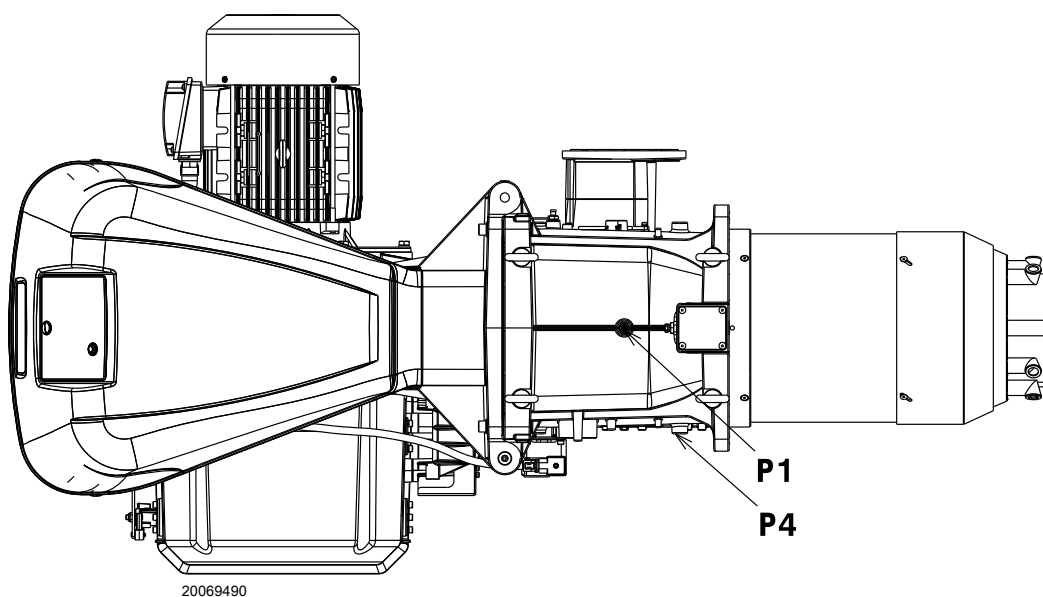

图 27
测试点 P1)(图 27) 处测得的燃气压力，此时：
- 用测试点 P1)(图 27) 测得的燃气压力减去炉膛压力。
测试点 P1)(图 27) 处燃气压力
计算燃烧器以最大出力运行时，测试点 P1)(图 27) 处所需燃气压力：
- 读出右边栏 1 所示测试点 P1) (图 27) 压力。
测试点 P1)(图 27) 处所需燃气压力。